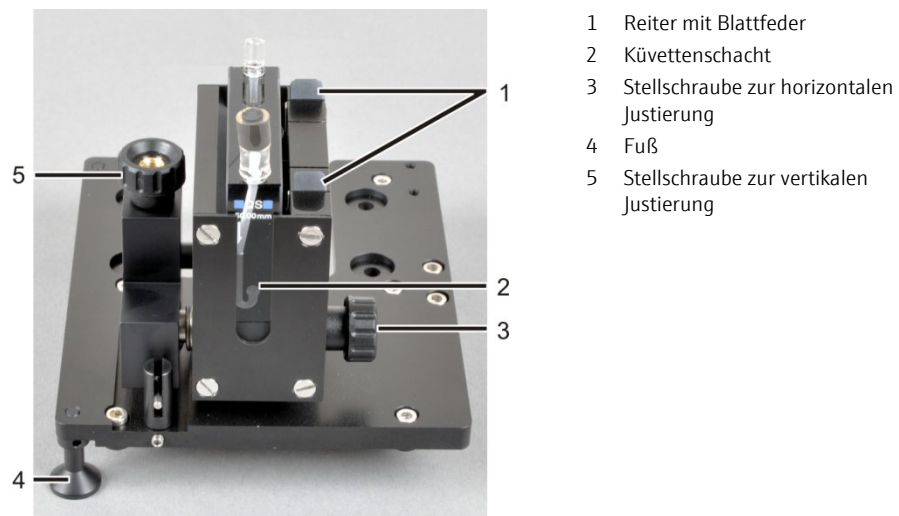

Abb. 22 Justierbarer Halter für Küvetten (10 bis 50 mm) mit variabler Durchstrahlungshöhe
- Nacheinander an den Schrauben für die vertikale Justierung und für die horizontale Justierung (3 und 5 in Abb. 22) drehen, bis das Licht mittig auf den Papierstreifen fällt.